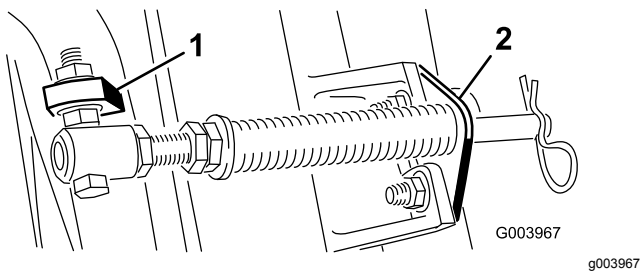

图6
注意 将螺栓头朝向凸耳外侧如图6所示。
D. 使用车身螺栓和螺母将杆支架固定到滚刀组凸耳上 图6。